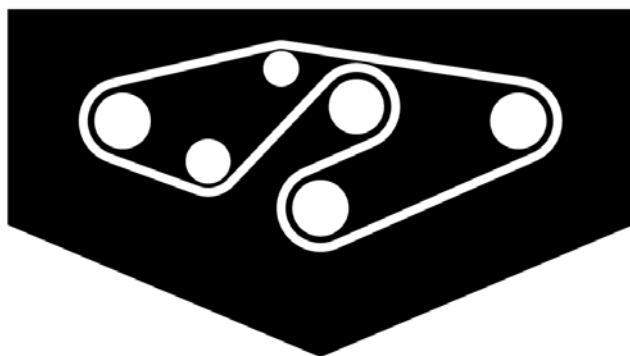

Figure 35
4. Installez la courroie neuve autour des poulies d'axe et de la poulie de tension (Fig. 35).